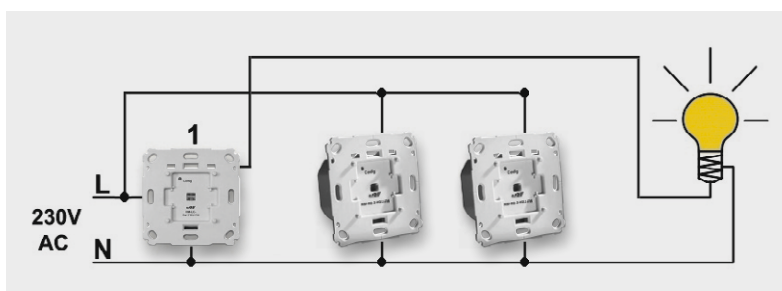

Bild 12: Kreuzschaltung mit Homematic Funk-Schaltaktor für Markenschalter und zwei Homematic Funk-Wandsendern, 2fach, für Markenschalter, 230 V
Lösung 3: Der netzversorgte Wechselschalter (1 in Bild 12) wird durch den Funk-Schaltaktor für Markenschalter, Unterputz (2) ersetzt. Phase „L“ und Neutralleiter „N“ müssen permanent vorhanden sein. Zudem wird eine der korrespondierenden Leitungen als Schaltdraht festgelegt und mit dem Schaltausgang des Funk-Schaltaktors verbunden. Die andere korrespondierende Leitung wird isoliert „totgelegt“. Es ist erforderlich, die am Schaltaktor angeschlossene korrespondierende Leitung nun bis zum Lampendraht durchzuverdrahten (Farbgleichheit beachten!). Wechselschalter (3) sowie Kreuzschalter (2) werden aus der bestehenden Elektroinstallation entfernt und durch einen Homematic Funk-Wandsender, 2fach, für Markenschalter, 230 V (3) ersetzt. Hierzu müssen jedoch Phase „L“ und Neutralleiter „N“ permanent in jeder Unterputzdose vorhanden sein.